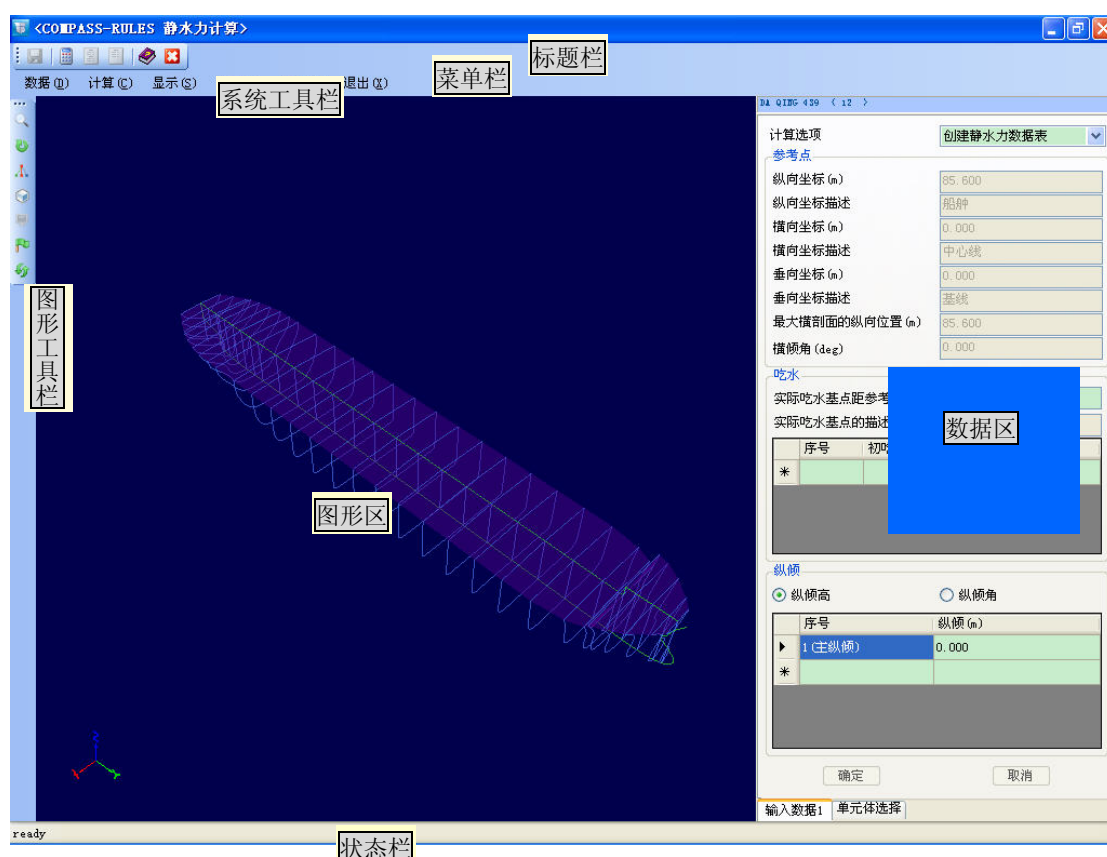

图 1 静水力计算三级界面
静水力计算的三级界面，如图 1，该界面由标题栏、菜单栏、系统工具栏、图形区、图形工具栏、数据区、状态栏七部分组成。
三级界面图 1 右边的数据区单选**【输入数据 1】**：
- 在三级界面图 1 右边的数据区单选【单元体选择】：如图 3.3.1，系统默认把类型为多面体的单元体自动添加到汇总里面，默认把类型为多面体的单元体计入到计算里。